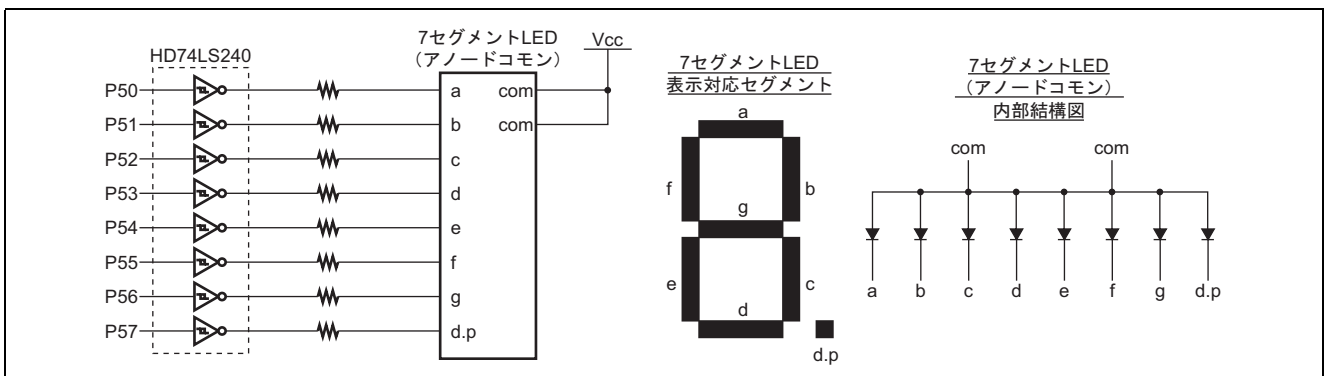

図 2.2 7 セグメント LED 接続図および内部結線図
2. 使用する 7 セグメント LED の接続図を図 2.2 に示します。図 2.2 に示すようにポート 5 から "High" を出力することにより対応する LED のセグメントが点灯します。また、ポート 5 出力と LED 表示データの関係を表 2.2 に示します。